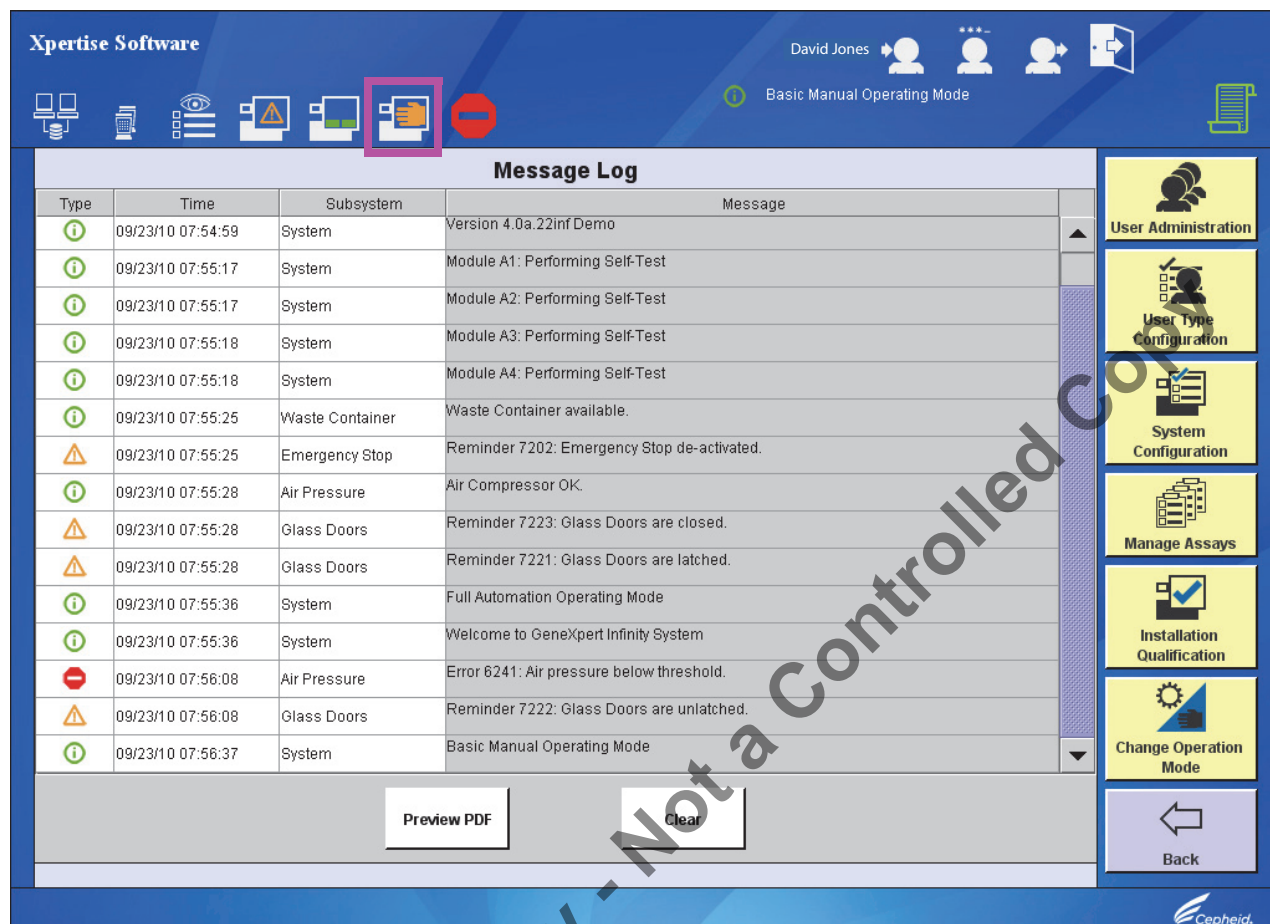

Figura 59. O menu Setup (Configuração) que mostra o ícone do Manual Operation Mode (Modo de funcionamento manual) no painel de controlo
12. Aparece o menu Setup (Configuração) (Figura 59).